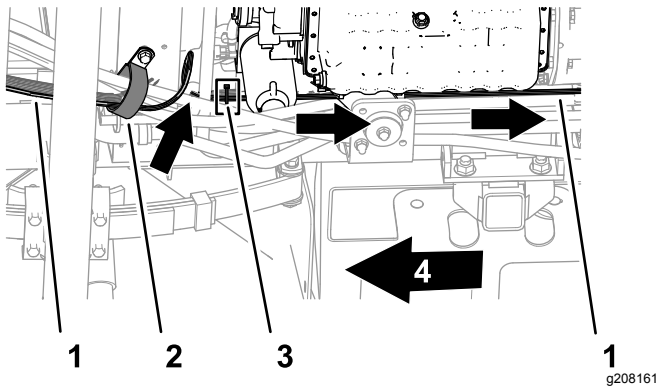

Bild 41
1. Verlegen Sie die Kabelbaumzweige nach oben und entlang des hinteren Kabelbaums der Maschine und zwischen dem Maschinenrahmen und dem Motor (Bild 41).
2. Befestigen Sie den Kitkabelbaum mit einem Kabelbinder am hinteren Kabelbaum der Maschine, wie in Bild 41 abgebildet.